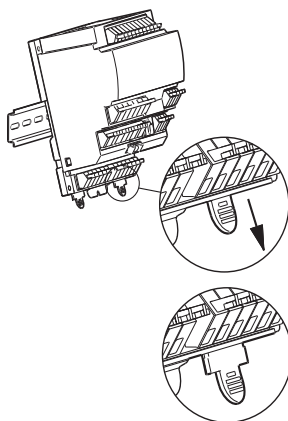

Fig. 9 Patilha de bloqueio da calha
5. Puxe as patilhas de bloqueio libertando a calha, veja a fig. 9. Agora é possível retirar o módulo da calha.